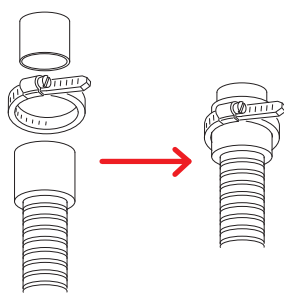

Fig. 15
- Collegare il tubo di scarico della condensa del recuperatore usando la fascetta in dotazione (vedi Fig. 15 e Foto 16).